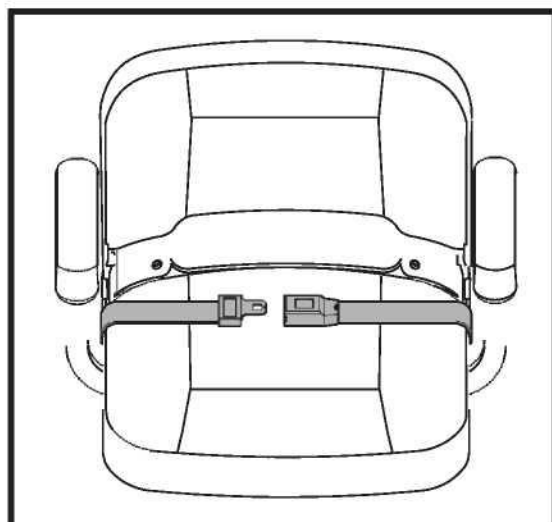

Figura 29. Cinturón de posicionamiento: estilo lengüeta metálica
1. Inserte la lengüeta metálica en el lado derecho del cinturón dentro de la carcasa de plástico en la correa opuesta hasta que escuche un clic. **Ver Figura 29.**